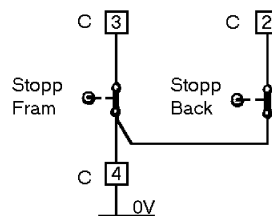

Fig 12
- Grenspositieschakelaar voor rijbeweging (links of rechts), zie afb. 12 op bladzijde 66.